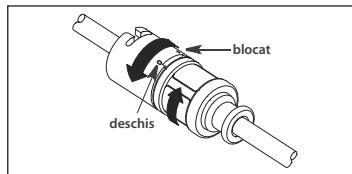

Figura 6
- b. Dacă se utilizează un ecran anticontaminare al cateterului cu adaptor TwistLock, rotiți jumătatea superioară a amboului distal în sens orar pentru a bloca cateterul în poziție. Repozitionați capătul proximal al ecranului cateterului după cum doriti. Rotiți jumătatea superioară și cea inferioară în direcții opuse, pentru a bloca în poziție. Testați adaptorul trăgând ușor de cateter, pentru a asigura fixarea sigură pe cateter (consultați Figura 6).